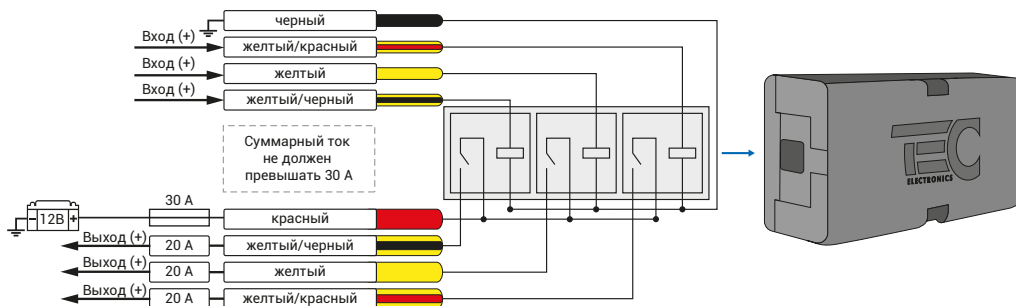
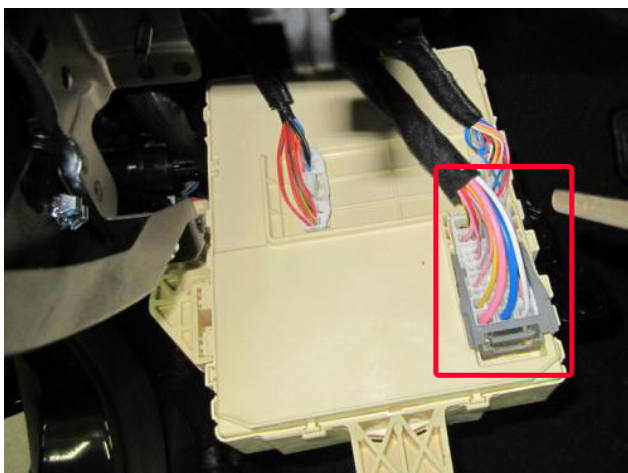

Рис.5 Релейный модуль TEC-4540
Рис.6 Место подключения к силовым цепям запуска двигателя
3. Осуществите подключение цепей автозапуска, используя провода выделенные на рисунке №4. Подключение к автомобилю производится в разьеме на задней части блока предохранителей (см. рис. 6, 7). Для подключения силовых цепей используйте релейный модуль TEC-4540 (см. рис. 5).